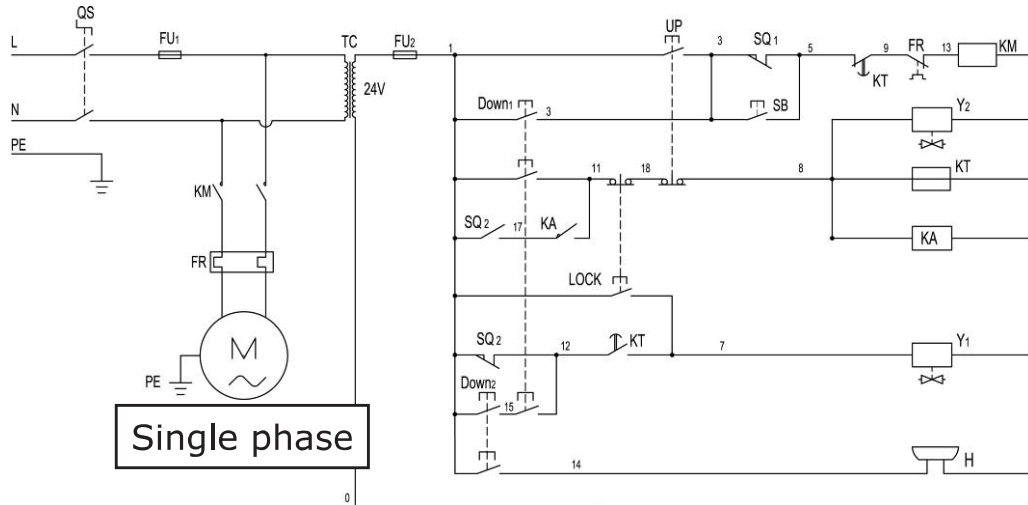

Fig. 22
3.2 Circuit Diagram (See Fig. 22).